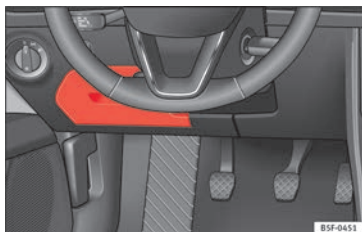

Fig. 101 Sur le tableau de bord côté conducteur : cache du boîtier de fusibles.
- **Ouverture** : rabattez le couvercle vers le bas » **fig. 101**.